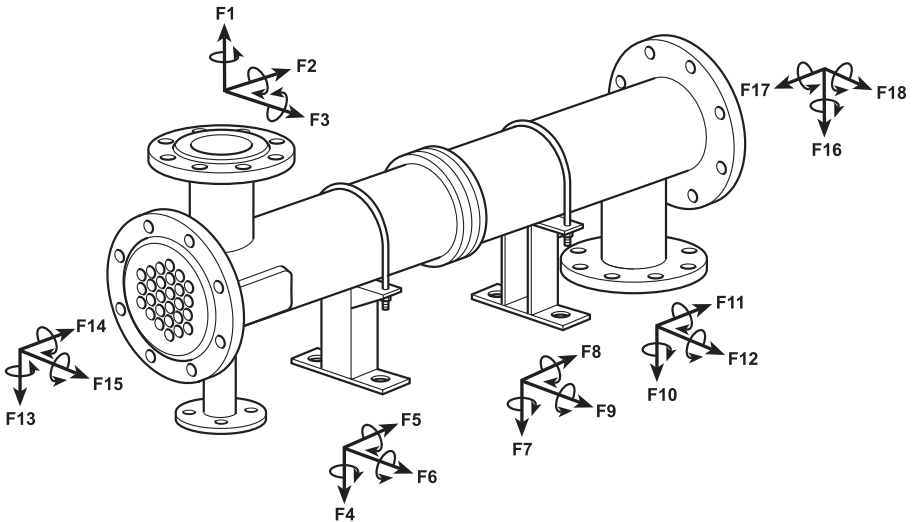

Abb. 9
- 4.9** Abbildung 9 veranschaulicht die möglichen Anschlüsse der Rohre. Es ist auch zulässig, große gebogene Rohre oder flexible Verbindungen zu verwenden.